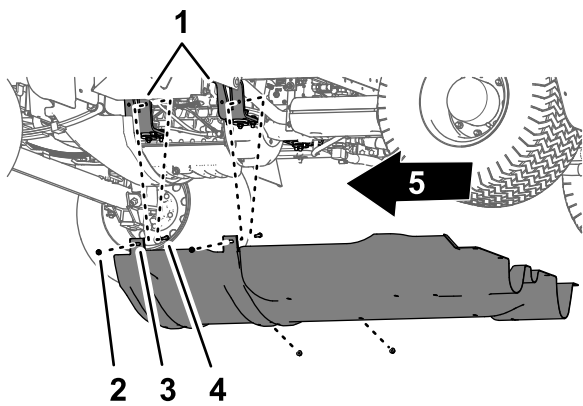

図 65
2. キャリッジ下シュラウドの取り付けタブをエンジン搭載ブラケットに固定しているボルトおよびキャリッジボルトのフランジロックナット5/16" 4個を取り外す 図 65。
4. キャリッジ下シュラウドを機体から取り外す 図 64 と 図 65。
1. キャリッジ下シュラウドを車体の下シャーシに合わせる 図 65 キャリッジ下シュラウドを取り外す (ページ 48)を参照。
2. エンジン搭載ブラケットのところで、ボルトとキャリッジボルトの上からキャリッジ下シュラウドの取り付けタブを入れる 図 65 キャリッジ下シュラウドを取り外す (ページ 48)を参照。
3. キャリッジ下シュラウドを、エンジン搭載ブラケットとボルトに組み付ける 図 65 ステップ2 キャリッジ下シュラウドを取り外す (ページ 48)で外したフランジロックナット (5/16") 4個を使用する。